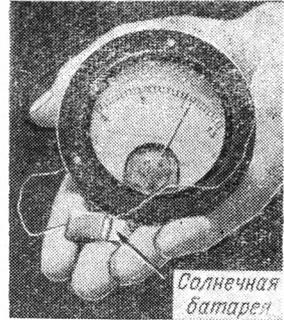

Рис. III.40. Простейший измеритель интенсивности света.
**Селеновый элемент.** Извлечь энергию из солнечного света пытались многие изобретатели. Применение селена позволяет достичь этой цели. Селен является одним из материалов, который испускает электроны под действием света. Селен используется в так называемом «солнечном элементе» (рис. III.40). Когда искусственный или солнечный свет падает на поверхность селена, используемого в солнечном элементе, такой элемент генерирует э. д. с. Использование ряда соединенных между собой солнечных элементов позволяет получить сравнительно большое количество энергии. Такие элементы могут найти многочисленные применения повсюду, где много солнечного или искусственного света. Так, солнечные батареи используются в устройствах измерения интенсивности света, устройствах автоматического управления осветительными системами и во многих других устройствах.